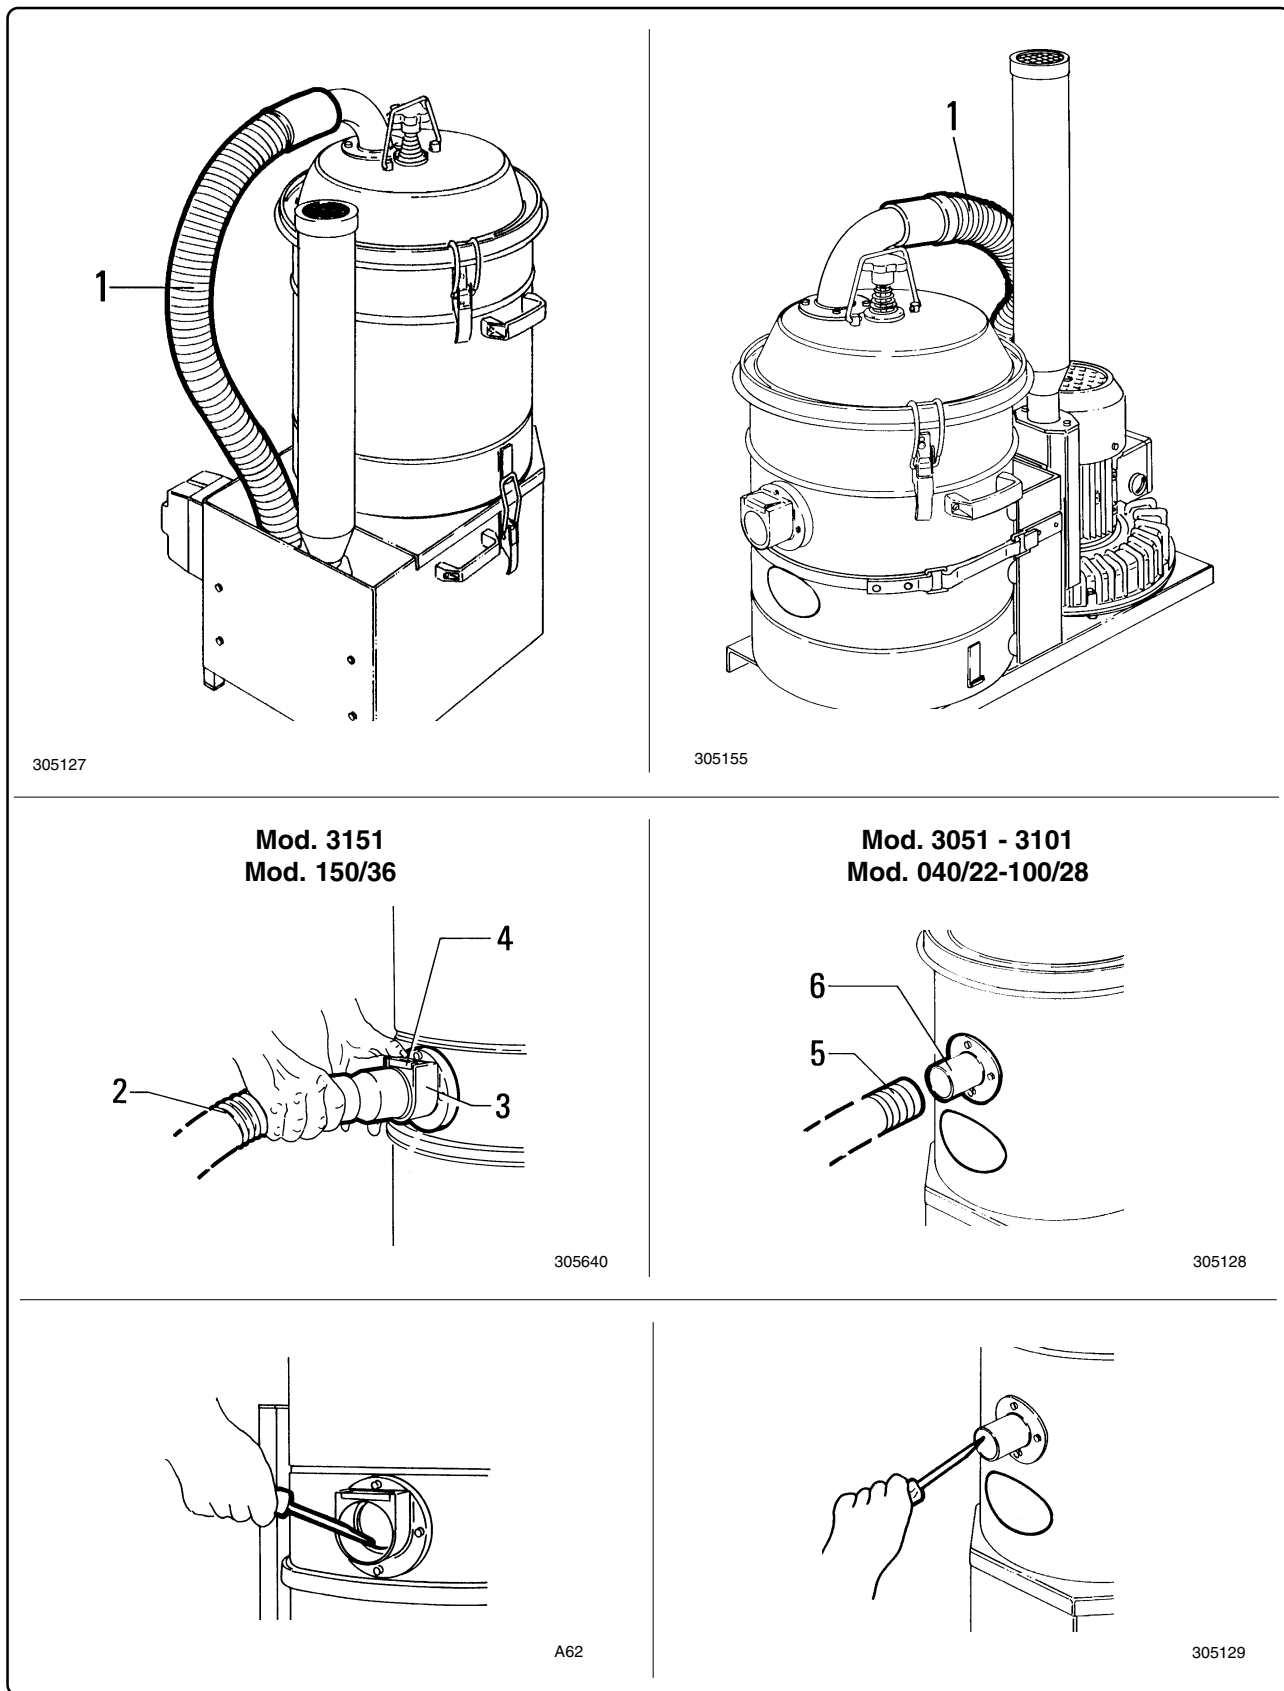

Fig. 7.5.4
7.5.3 - Controllo integrità delle tubazioni (fig. 7.5.4)
7.5.3 - Checking the condition of the hoses (fig. 7.5.4)
7.5.3 - Contrôle des tuyauteries (fig. 7.5.4)
7.5.3 - Control de l'integridad de los tubos (fig. 7.5.4)
Per smontare il tubo "2" è sufficiente premere il piastrino "4" presente sul bocchettone "3" come indicato in fig. 7.5.4 (solo nei modelli 3151 e 150/36).
Per la pulizia raschiare dall'esterno della camera filtrante, l'interno del bocchettone e rimuovere il materiale depositato come indicato in fig. 7.5.4.
*To remove hose "2", just press plate "4" on outlet "3" as indicated in fig. 7.5.4 (only on the models 3151 and 150/36).*
*Scrape the outside of the filtering chamber, the inside of the outlet and remove the deposited waste as indicated in fig. 7.5.4.*
Pour démonter le tuyau "2" il suffit d'appuyer sur le verrou "4" de l'embouchure "3" comme indiqué dans la fig. 7.5.4 (dans les mod. 3151 et 150/36 seulement).
Pour le nettoyage racler depuis l'extérieur de la chambre filtrante, l'intérieur de l'embout et enlever la matière qui s'est déposée comme indiqué dans la fig. 7.5.4.
*Para desmontar el tubo "2" basta apretar la placa "4" de la boca "3" como se indica en la fig. 7.5.4 (solo en los modelos 3151 and 150/36).*
*Para la limpieza, raschar desde fuera de la cámara filtrante, el interior de la boca de aspiración y sacar el material depositado como se indica en la fig. 7.5.4.*